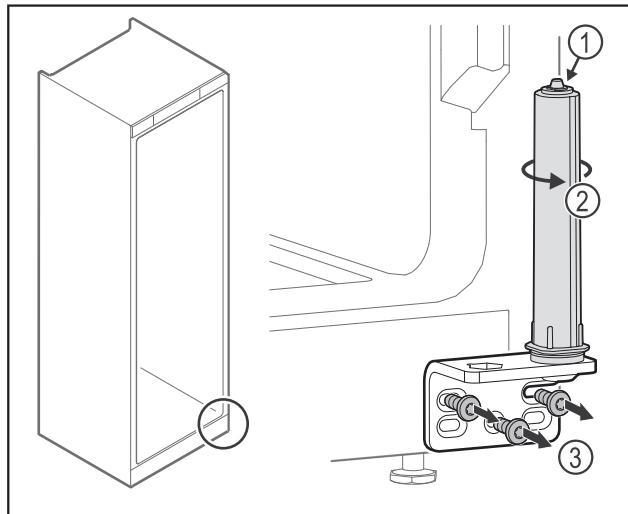

Fig. 31
- Не разбирайте систему закрытия двери Fig. 31 (1).
- ▶ Поворачивайте систему закрытия Fig. 31 (2) до щелчка.
- ▶ Отвинтите шарнирные уголки Fig. 31 (3).